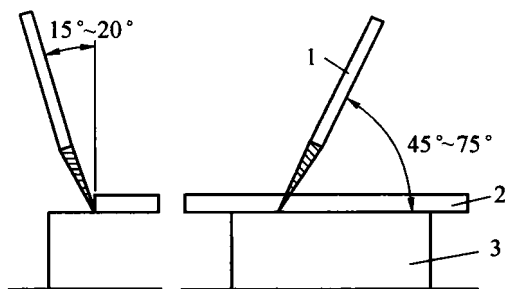

图9 划针及使用
(1)划针。划针是用来在工件表面上划线的工具,常用碳素工具钢制成,其形状及使用见图9。